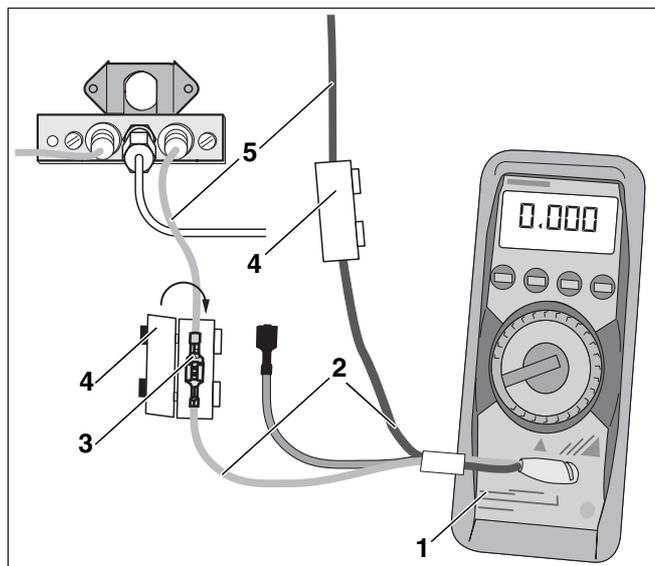

Fig. 12 Misurazione della corrente di ionizzazione
- Collegare l'apparecchio di misurazione (fig. 12, **pos. 1**), in serie, ai contatti della connessione a spina, staccata, del cavo di controllo (fig. 12, **pos. 3**).
- Collocare l'isolamento di protezione anticontatto (fig. 12, **pos. 4**) intorno alla connessione a spina.
- Sull'apparecchio di misurazione (fig. 12, **pos. 1**) selezionare il campo di corrente continua μA .
- Ricollegare la connessione a spina del cavo di controllo (fig. 12, **pos. 3**).
- Posizionare l'isolamento anticontatto (fig. 12, **pos. 4**) sul cavo di collegamento (fig. 12, **pos. 5**).